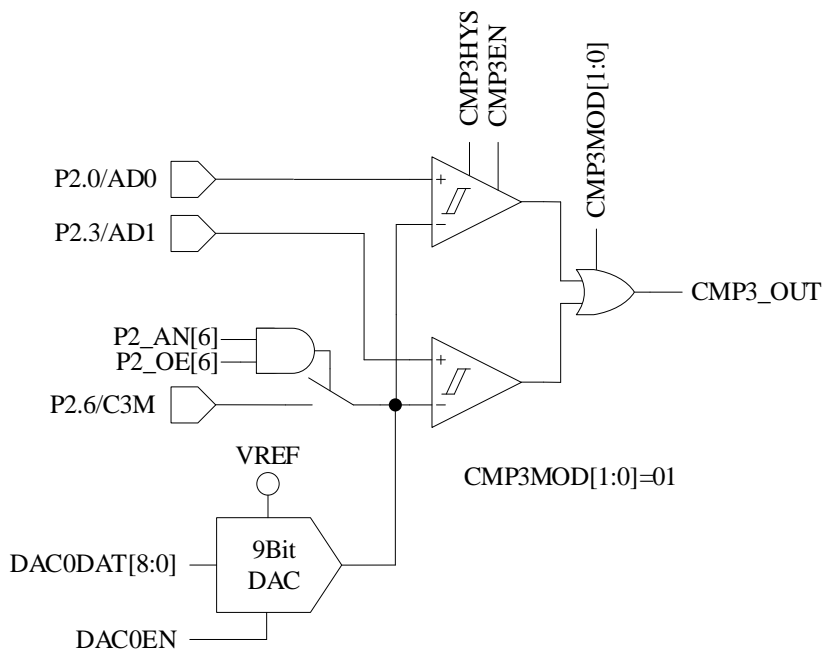

图 28-3 双比较器输入模式
- 配置 CMP\_CR1[CMP3MOD] = 01，CMP3 为双比较器输入模式，具体输入输出端口及接法如图 28-3 所示